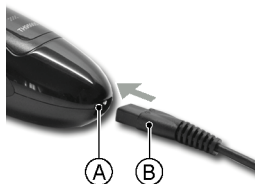

Abbildung 2: Aufladen des Akkus des Haarschneiders direkt über das Stromnetz.
2. Stecken Sie den Stecker des Netzteils (Figure 2, B) in die Gerätesteckdose (Figure 2, A).
Wenn der Akku entladen ist, kann der Haarschneider mit dem Netzkabel verwendet werden, das direkt an die Steckdose des Haarschneiders angeschlossen wird (Figure 2).